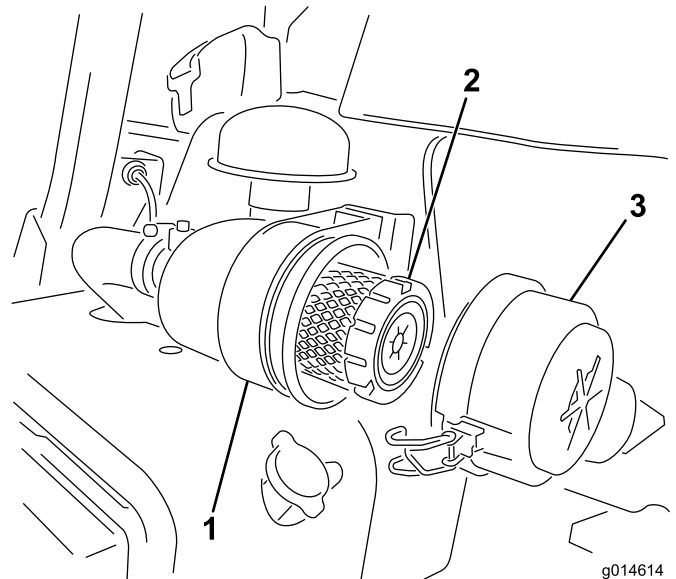

Figure 44
1. Desserrez les fixations qui maintiennent le couvercle sur le corps du filtre à air (Figure 44).
- Fermez les verrous (Figure 44).